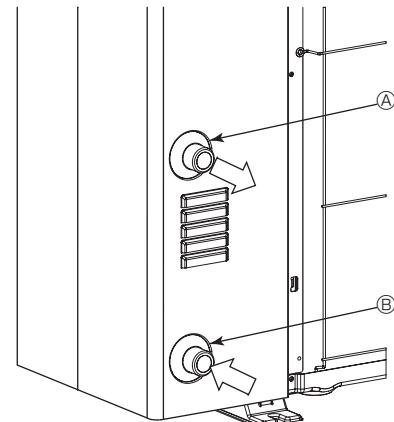

Fig. 5-1
5.1. Σύνδεση σωληνώσεων νερού (Fig. 5-1)
- Η θέση των σωλήνων εισαγωγής και εξαγωγής φαίνεται στην Fig. 5-1.
[Fig. 5-1]